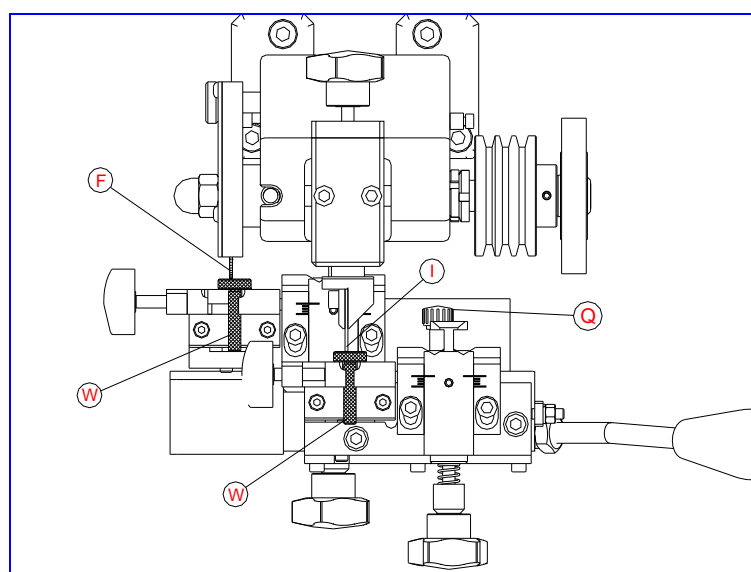
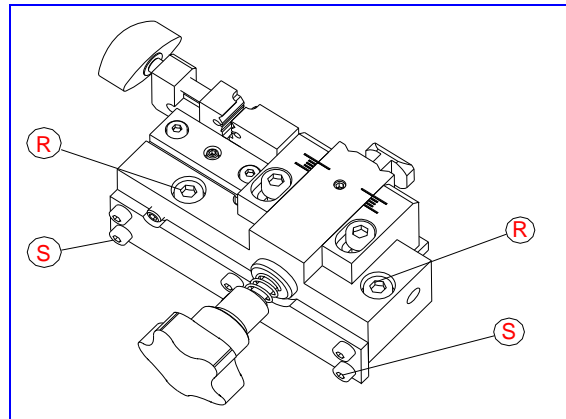

Fig. 11
Fig. 12
- Sistemare i due pezzi di regolazione (W) a battuta con il morsetto, come illustrato nella Fig. 11. Fare avanzare la bacchetta (Q) finché il morsetto non si trova nella corretta posizione di regolazione.
- Avvicinare i morsetti all'indice copiatore (I) e alla fresa (F), in modo tale che i pezzi di regolazione coincidano con l'indice e con la fresa.
- Allentare le due viti (R) e (S) del morsetto e con un piccolo martello di plastica battere leggermente davanti o dietro, in modo tale che lo stesso coincida con il pezzo di regolazione. Vedi Fig. 12.
- La distanza è perfettamente regolata quando l'indice copiatore e la fresa coincidono con i rispettivi pezzi di regolazione. Quindi stringere e bloccare le viti (R) e (S) del supporto.